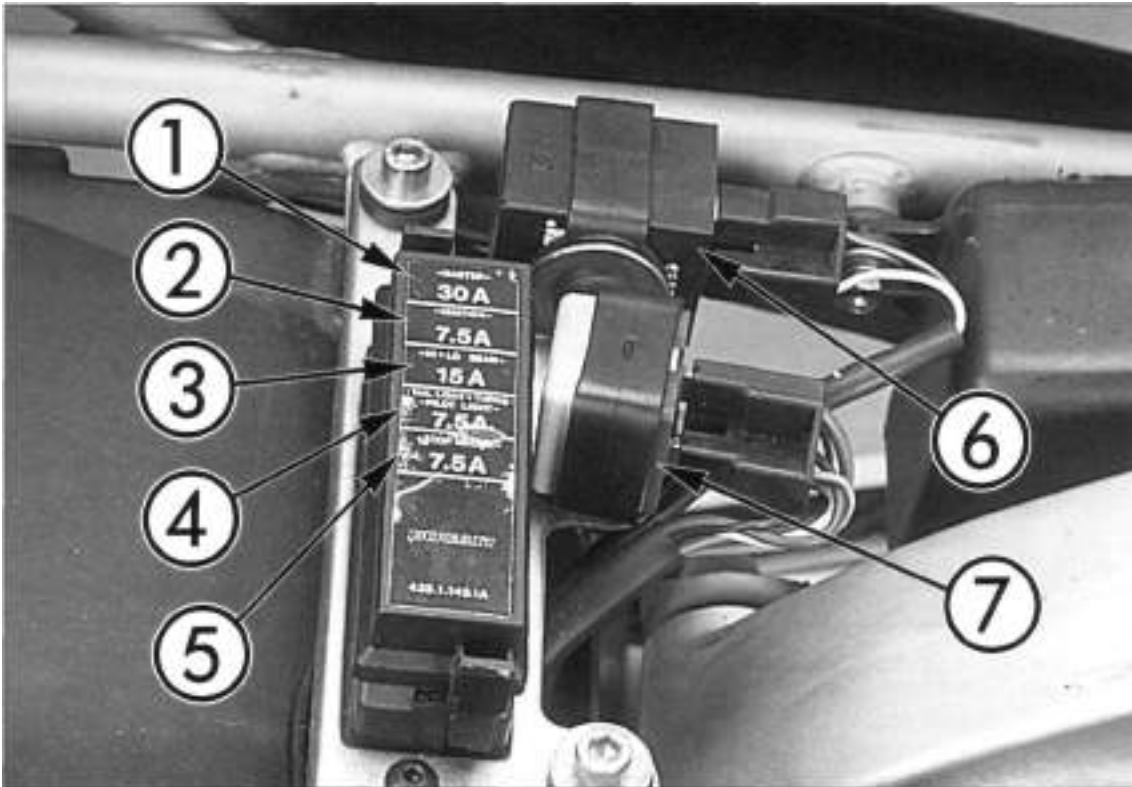

Bild 59
- Zum Auswechseln der Sicherungen Sitzabdeckung und Sitzbank abnehmen (3.22) und Deckel des Sicherungskastens (Bild 59) öffnen. Sicherung aus Klemme herausziehen und Reserve-Sicherung mit identischem Ampere-Wert eindrücken.